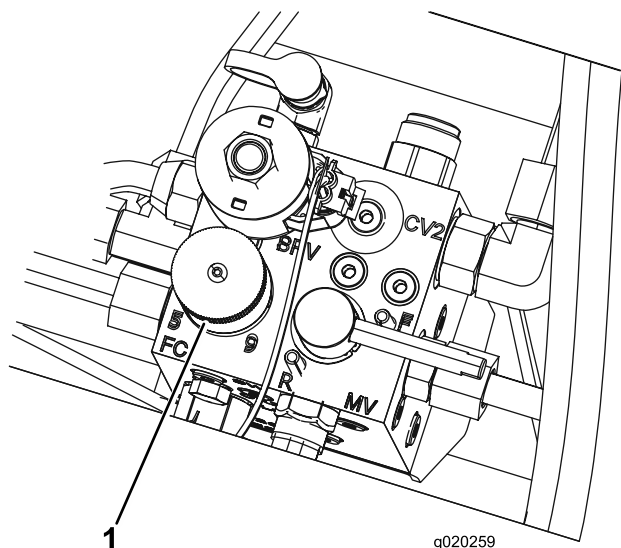

図 32
4. リールの速度を設定するには、ノブ（図 32）を回して、ノブの矢印を、所定の番号に合わせます。